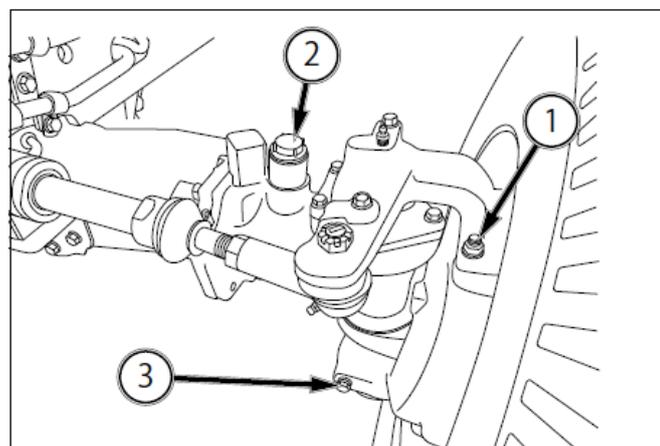

FIG. 201
FIG. 201: Para comprobar el nivel del aceite - Aparque el tractor en suelo llano y retire el tapón de llenado (1). El aceite debe llegar hasta el orificio del tapón de nivel o ligeramente por debajo. Retire el tapón de llenado (2) y después añada aceite hasta que salga por el orificio del tapón de nivel. Vuelva a montar el tapón de nivel y el tapón de llenado.